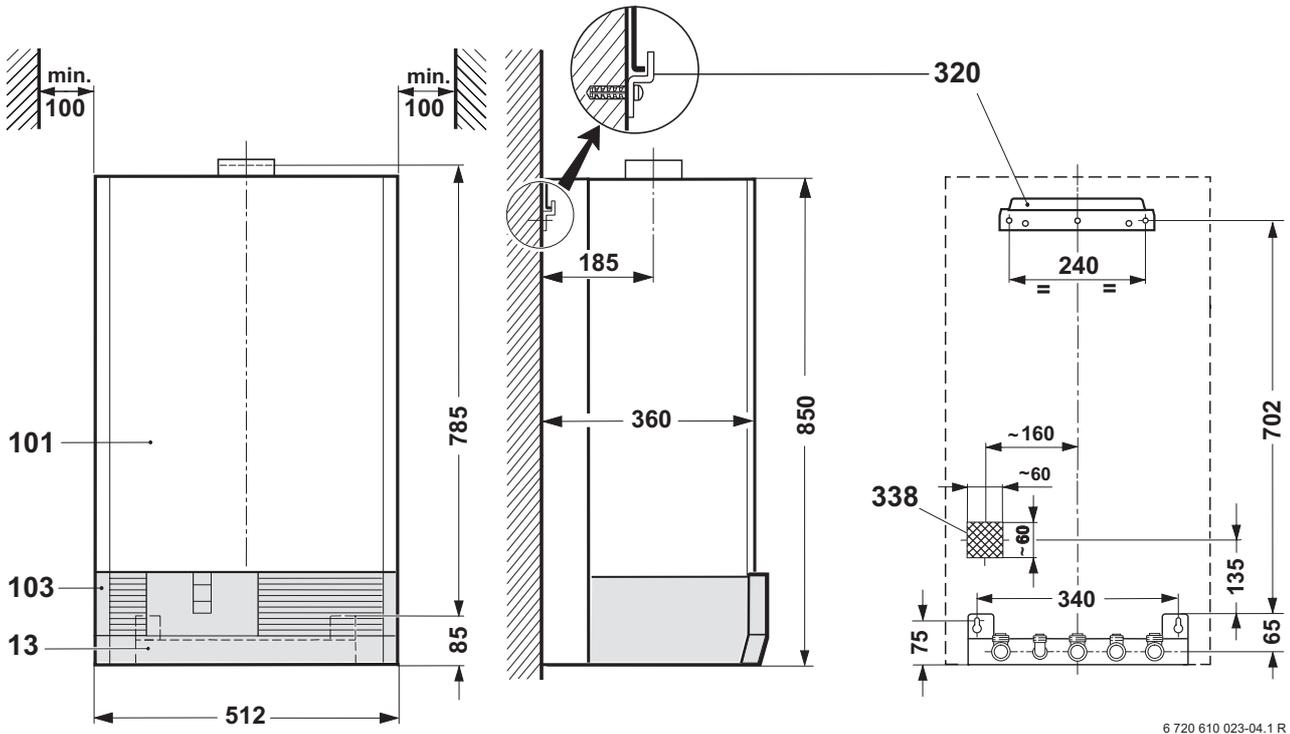

Fig. 5
- Montare il binario di aggancio come da fig. 5.
Si consiglia di far sporgere dal muro il cavo di collegamento alla rete elettrica almeno per 50 cm, la posizione occupata dai cavi di collegamento è indicata in fig. 5 dalla zona scura (338).